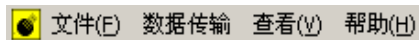

图 6-8
- I **菜单栏**: 由 4 个下拉菜单项组成, 如图 6-8 所示。单击每个菜单项都会出现一个下拉菜单, 各对应一组功能。这 4 个菜单项的子菜单项包含了本软件的全部功能。当某些菜单项呈置灰状态时表示当前状态下此功能无效。